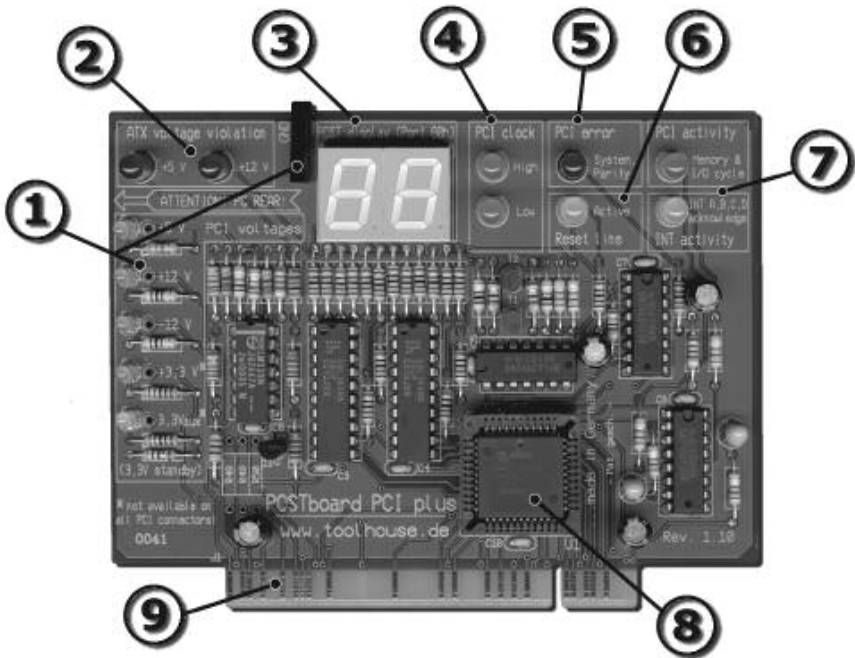

Bild 2.1 Baugruppen der POSTboard PCI plus - Steckkarte
Die in Bild 2.1 dargestellten Baugruppen werden im folgenden kurz beschrieben. Ausführliche Hintergrundinformationen und Beispiele finden Sie ab Kapitel 3.
oberen Leiterplattenkante angeordnet (s. auch Punkt ① in Bild 2.1). Zusätzlich wird das Vorhandensein der vier Busspannungen durch vier grüne LEDs und der Standby-Spannung durch eine gelbe LED angezeigt.